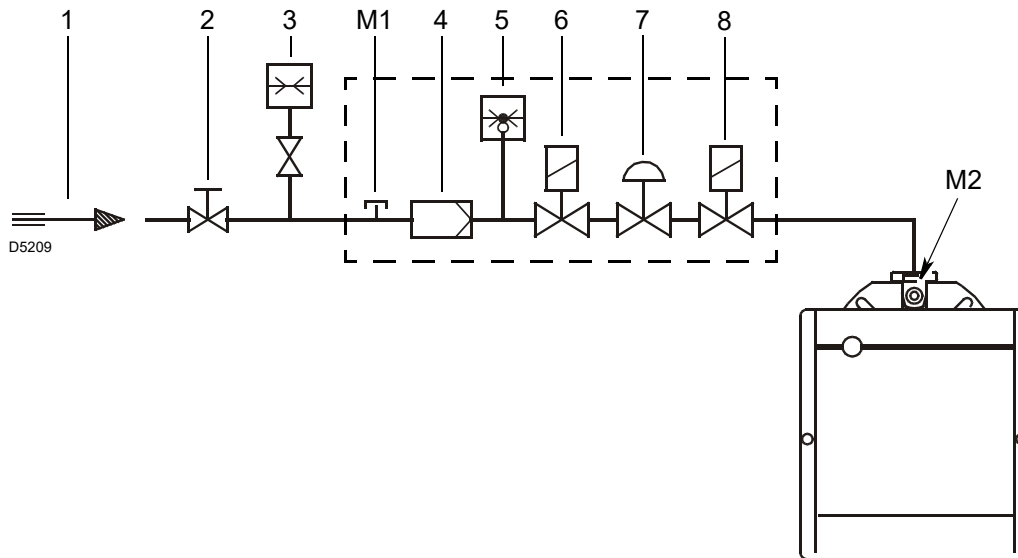

Abb. 14
Zeichenerklärung (Abb. 14)
Um hingegen den am Anschluss M2)(Abb. 14) notwendigen Gasdruck zu ermitteln, nachdem die höchste Modulationsleistung festgelegt wurde, bei der Brenner arbeiten soll:
- Rechts, in Spalte 1, den Druck am Anschluss M2)(Abb. 14) ablesen.
Erforderlicher Druck am Anschluss M2)(Abb. 14).
Gasdruck, gemessen am Anschluss M2)(Abb. 14) unter folgenden Bedingungen:
- vom Gasdruck am Anschluss M2)(Abb. 14) den in der Brennkammer vorhandenen Druck abziehen.
Gasdruck am Anschluss M2)(Abb. 14) = 12,2 mbar